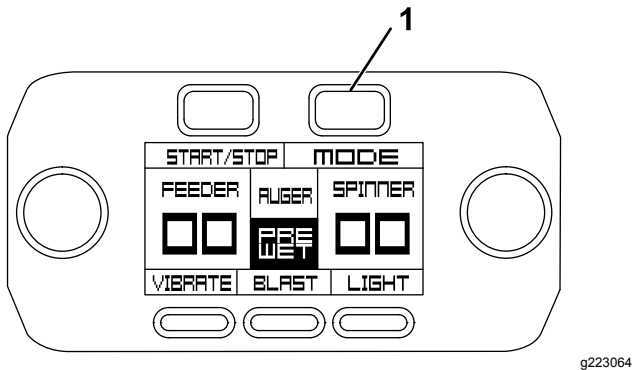

Bild 49
1. Betätigen Sie die Taste „Mode“ [Betriebsart] auf dem Steuergerät, um den Entladeschalter zu konfigurieren (Bild 49).